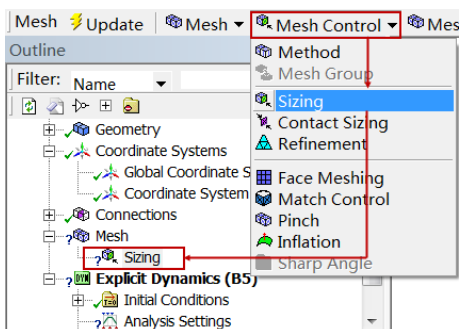

图 10-9 添加尺寸控制
- 步骤 01** 选中分析树中的“Mesh”项，单击 Mesh 工具栏中的“Mesh Control”（网格控制）→“Sizing”（尺寸）命令，为网格划分添加尺寸控制，此时会在分析树中出现如图 10-9 所示的“Sizing”项。